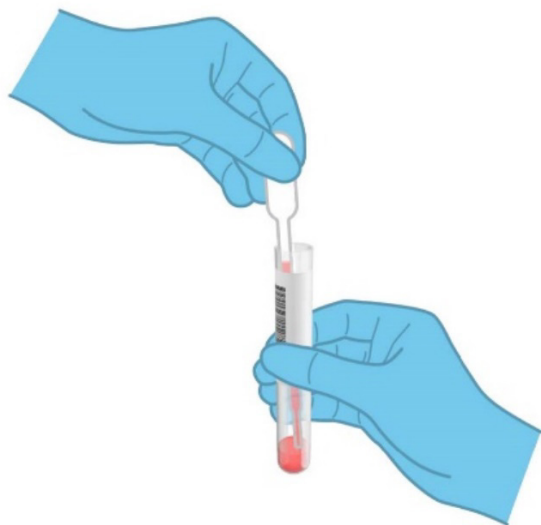

Figura 40. Aspirando a amostra para a pipeta de transferência fornecida.
5. Abra o tubo com a amostra a ser testada. Use a pipeta de transferência fornecida para extrair o fluido até a segunda linha de preenchimento na pipeta (ou seja, 300 µl) (Figura 40).